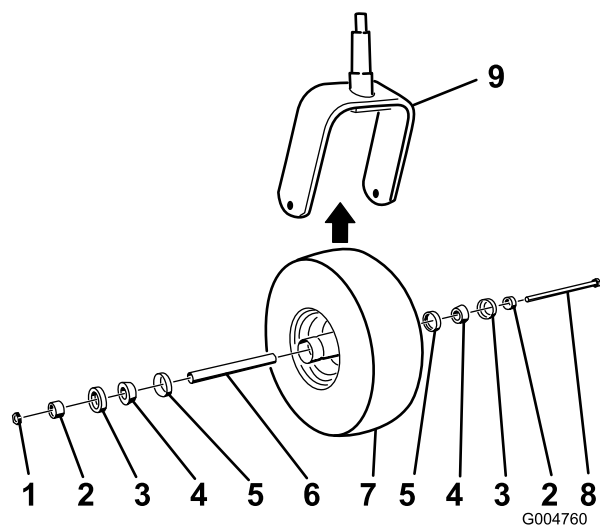

Figura 50
2. Togliete il dado di bloccaggio dal bullone che fissa la ruota orientabile alla forcella (Figura 50).
5. Montate la ruota orientabile premendo i cuscinetti conici e gli schermi, lubrificati con grasso, nel mozzo della ruota, posizionata come illustrato nella Figura 50.